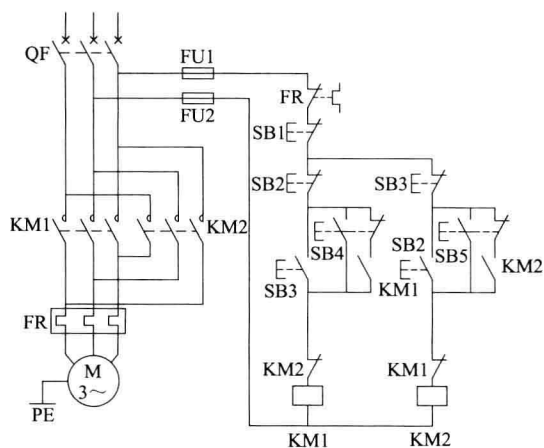

图 1-9 电动机可点动、运行正反转控制电路
(3) 半集中表示法 是应用最广泛的一种电气控制图表示方法，这种表示方法对设备和装置的电路布局清晰，易于识别，把一个控制项目中的某些部分的图形符号用集中表示法，另些部分分开布置，并用机械连接线（虚线）表示它们之间的关系，称为半集中表示法，其中机械连线可以弯曲、分支或交叉，如图 1-9 所示的鼠笼异步电动机可点动、运行正反转控制电路就是采用半集中表示法绘制的。
特点：能详细地表达各相或各线的内容，尤其在各相或各线内容不对称的情况下采用此法。如图 1-9 中的控制部分。